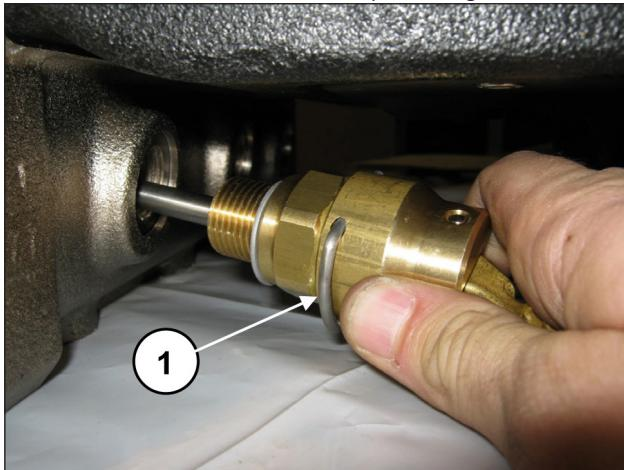
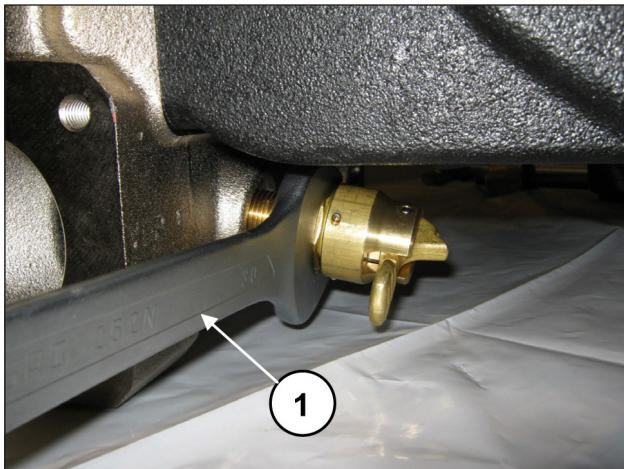

Fig. 166
Fig. 167
Applicare i dispositivi apertura valvole (pos. ①, Fig. 166) ed avvitare mediante chiave da 30 mm (pos. ①, Fig. 167).